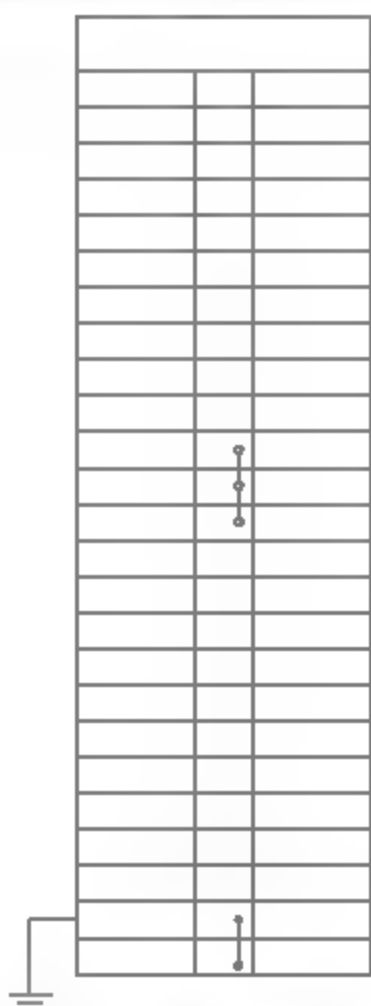

图10-48 调入接地符号
**03** 从“素材\第10章\电气图例.dwg”文件中调入接地符号。调用L【直线】命令，绘制线路来连接接地符号和表格，结果如图10-48所示。